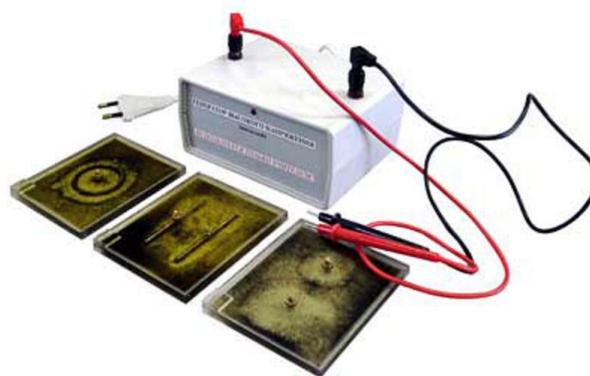

Рис. 3.
3. Для наблюдения электрических полей создан прибор (рис. 3), который позволяет провести опыты по получению спектров электрических полей.